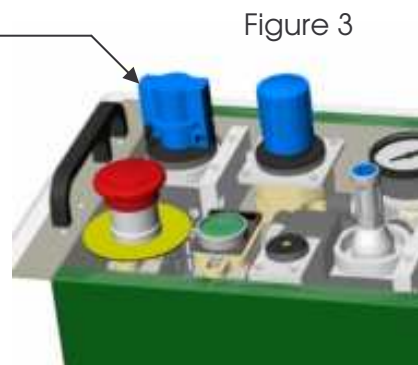

Figure 3
**Isoler** l'équipement de sa source d'énergie pneumatique en tournant la vanne manuelle du module d'Alimentation et Sécurité vers la position "0" (**voir figure 3 page suivante**).
- ◆ Autoriser la mise sous pression pneumatique de l'équipement en tournant le sectionneur du module d'Alimentation et Sécurité sur la position "1" (voir figure 3 page précédente).